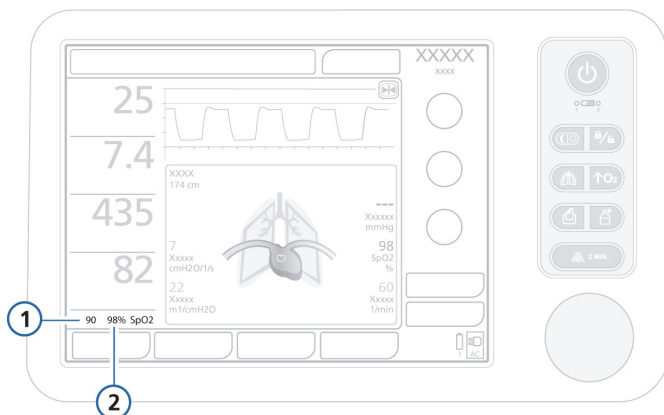

Рисунок J-5. Данные SpO2 на главном экране
Если мониторинг SpO2 включен (окно «Система» > «Датчик вк/вык»), предел тревоги для низкого уровня SpO2 и измеренное значение SpO2 постоянно выводятся под списком основных параметров мониторинга (см. рис. J-5).
- Если мониторинг SpO2 включен (окно «Система» > «Датчик вк/вык»), предел тревоги для низкого уровня SpO2 и измеренное значение SpO2 постоянно выводятся под списком основных параметров мониторинга (см. рис. J-5, раздел J.4.2).
Если мониторинг SpO2 включен (окно «Система» > «Датчик вк/вык»), предел тревоги для низкого уровня SpO2 и измеренное значение SpO2 постоянно выводятся под списком основных параметров мониторинга (см. рис. J-5 в разделе J.4.2).